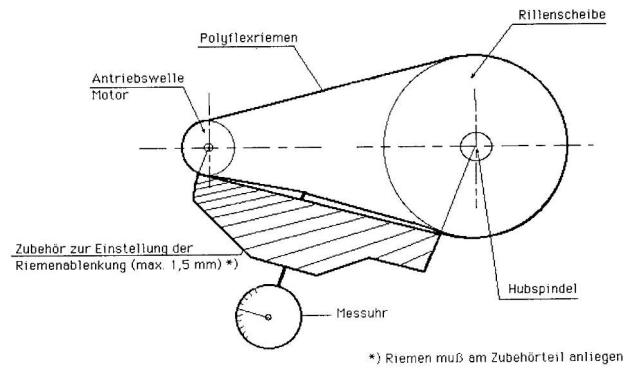

Figura 16: Instrumento de medición
- Asentar el instrumento de medición sobre la correa Polyflex, como se muestra en la figura 16,17.